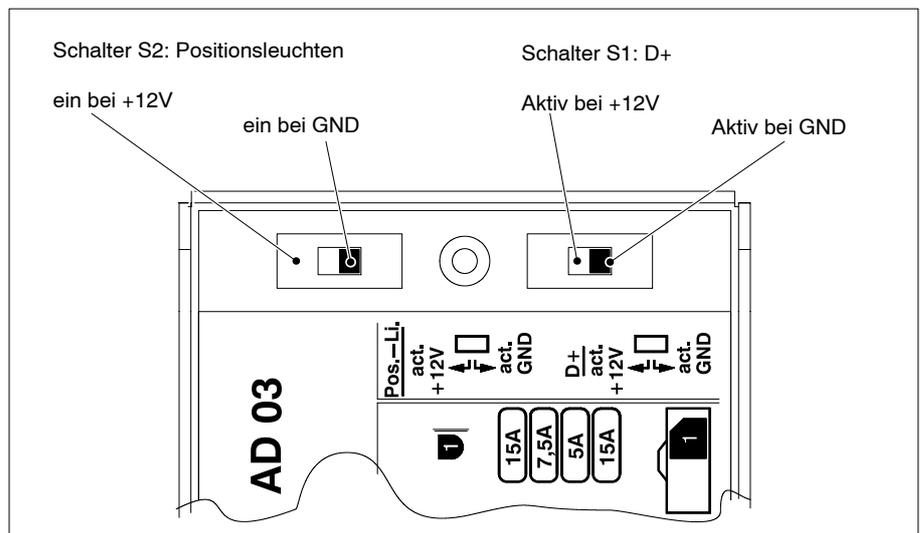

Bild 2 Maßbild Adapter AD 03 (Abmessungen in mm)
- Schiebeschalter wie in Abb. 2 angegeben einstellen.